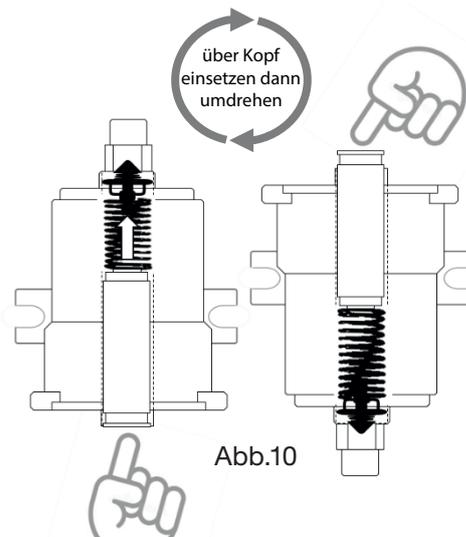

Abb.10
- Die entnommene Feder durch die neue Heavy-Duty-Feder ersetzen und zusammen mit dem Kolben und Rückschlagventil wie in Abbildung 10 wieder einsetzen.
Komponenten falsch eingesetzt	Einbau gemäß Seite 3, Abb. 10 prüfen